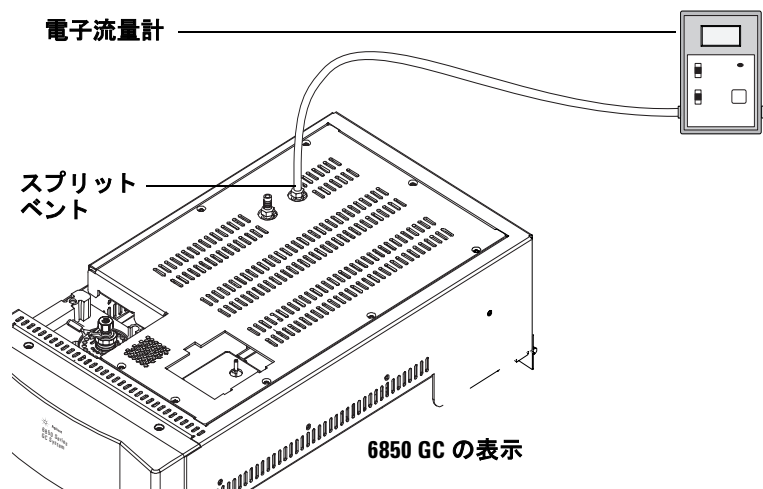

図 24 取り付けられた電子流量計
- 1 メソッドのパラメータをガスクロマトグラフ (GC) および Headspace Sampler に設定します。ページ 58 の表 5 を参照してチェックアウトを設定するか、またはページ 58 の 6850/6890 GC チェックアウトメソッドの保存されているチェックアウトメソッドをロードします。必要に応じて、チェックアウトカラムおよびライナを取り付けます。
- c GC スプリットベントに電子流量計が取り付けられている場合は、スプリットベントからの流量がおよそ 80 mL/ 分になるまで、ヘッドスペースキャリアガスの流量を増やします。流量計を取り外します。図 24 を参照してください。